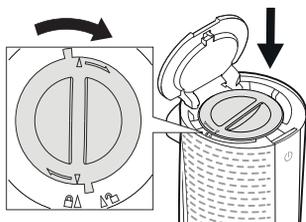

fig. 3
- Remettre ensuite le filtre en place dans son logement et tournant le couvercle dans le sens des aiguilles d'une montre jusqu'à ce que le repère sur le couvercle coïncide avec le symbole  (fig.3).